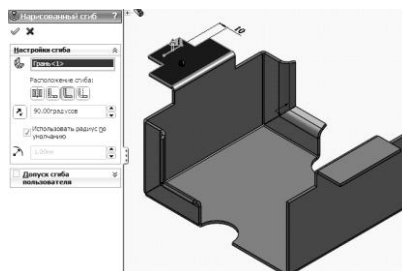

Рисунок 3.15
• оберіть грань з ескізом під лінією згину як зафіксовану грань (рис. 3.15);